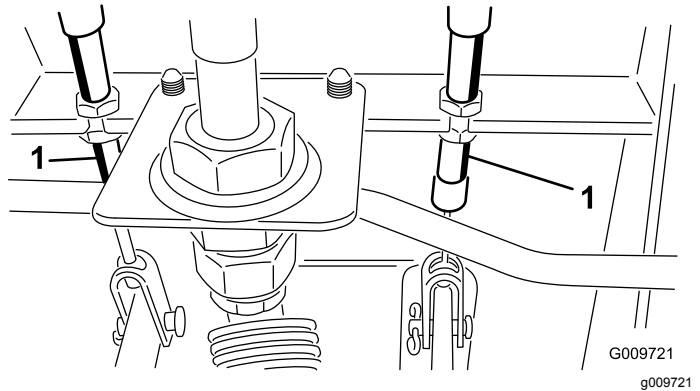

Bild 100
- A. Lockern Sie die vordere Mutter an der Gewindeseite des Bremszuges (Bild 100).